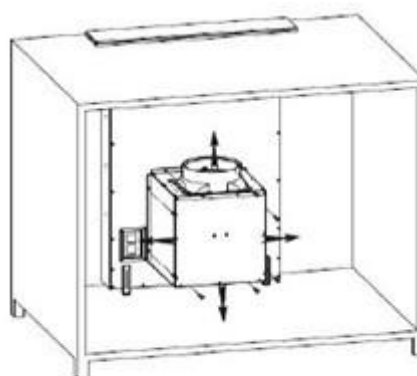

Fig. 4
3. Raccordez le boîtier et la hotte au moyen de 8 vis M10\*10, le sens du vent étant haut, bas, gauche, droite, l'utilisateur peut choisir en fonction de la place de l'armoire (Voir fig. 4).